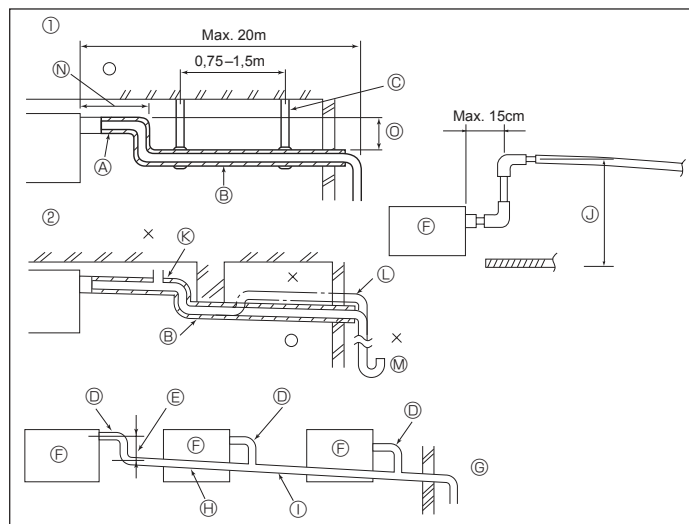

Fig. 3-4
3.3. Mise en place du tuyau d'écoulement (Fig. 3-4)
- ① Tuyautage correct
- ② Tuyautage erroné